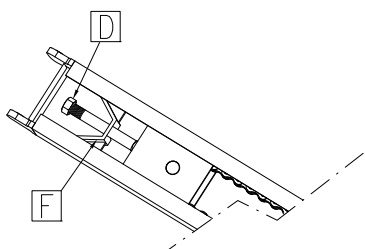

Fig. 2
- Assembler les rails A-B à l'aide de l'élément de jonction C (fig. 2).